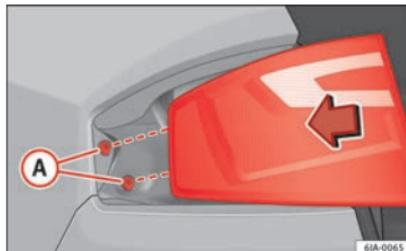

Fig. 102 Montare l'unità posteriore.
- Premere il fanale di coda all'indietro (direzione di marcia del veicolo) incastrandolo in gomme nelle bocche in gomma »» fig. 102 **A**.